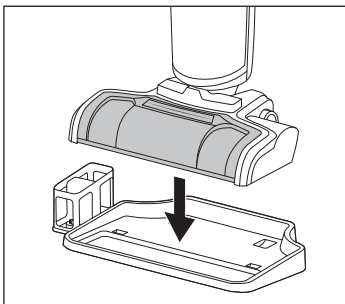

Abb. 45
- ◆ Stellen Sie das Gerät zur Aufbewahrung auf die Abstellshale **4** der Park- und Reinigungsstation (s. Abb. 45).